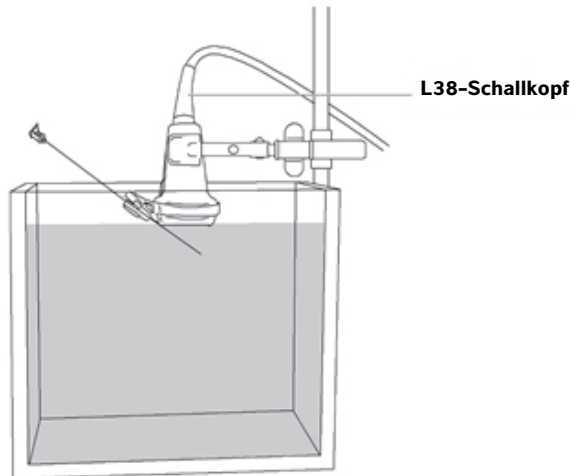

Abbildung 2 L38-Schallkopf mit Nadel in Prüflüssigkeit
- ▶ Mit Prüfflüssigkeit (All World Scientific Code 3480) oder destilliertem Wasser befüllter Tank. Siehe **Abbildung 2**, „L38-Schallkopf mit Nadel in Prüfflüssigkeit“ auf Seite 24.
- 7 Die Nadel so weit in den mit Prüfflüssigkeit oder destilliertem Wasser befüllten Tank tauchen, bis ihr Ultraschallbild auf der Systemanzeige zu sehen ist (siehe **Abbildung 2, „L38-Schallkopf mit Nadel in Prüfflüssigkeit**“ auf Seite 24).